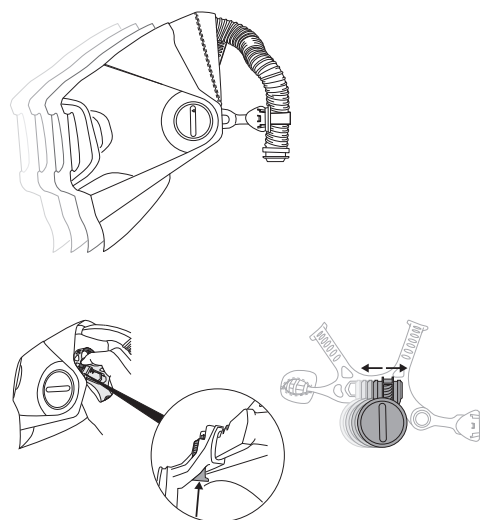

Fig. 5b
- Pour ajuster l'intérieur et l'extérieur du masque de soudeur (le rapprocher ou l'éloigner du visage), il y a deux glissières sur chaque côté de la coiffe. Pousser les boutons gris avec le pouce pour dégager les glissières et faire glisser le masque de soudeur vers l'intérieur ou l'extérieur pour l'ajuster selon vos préférences (Fig. 5b). Ce réglage contribuera à l'ajustement de l'espacement pour les lunettes de sécurité et de la distance de grossissement de la lentille.